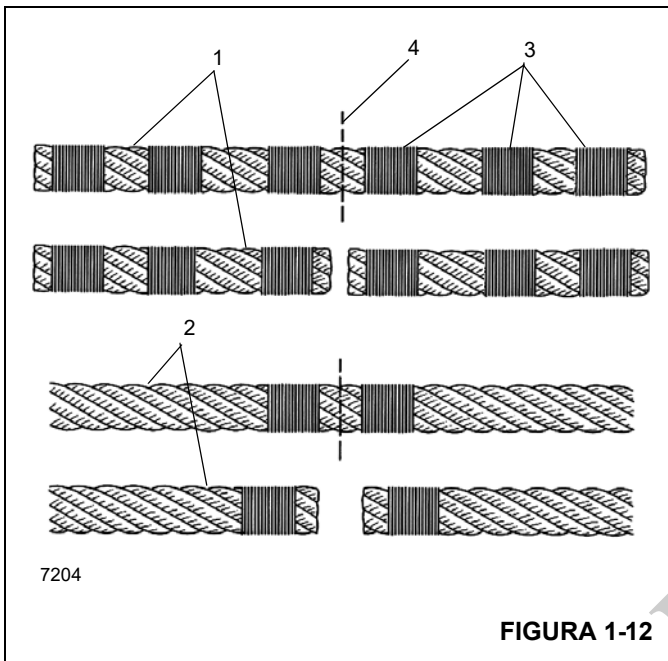

FIGURA 1-12
NOTA: Los cables no preformados (1) (Figura 1-12) deben tener tres sujeciones (3) ubicadas en cada lado del corte (4) comparado con el cable preformado (2).